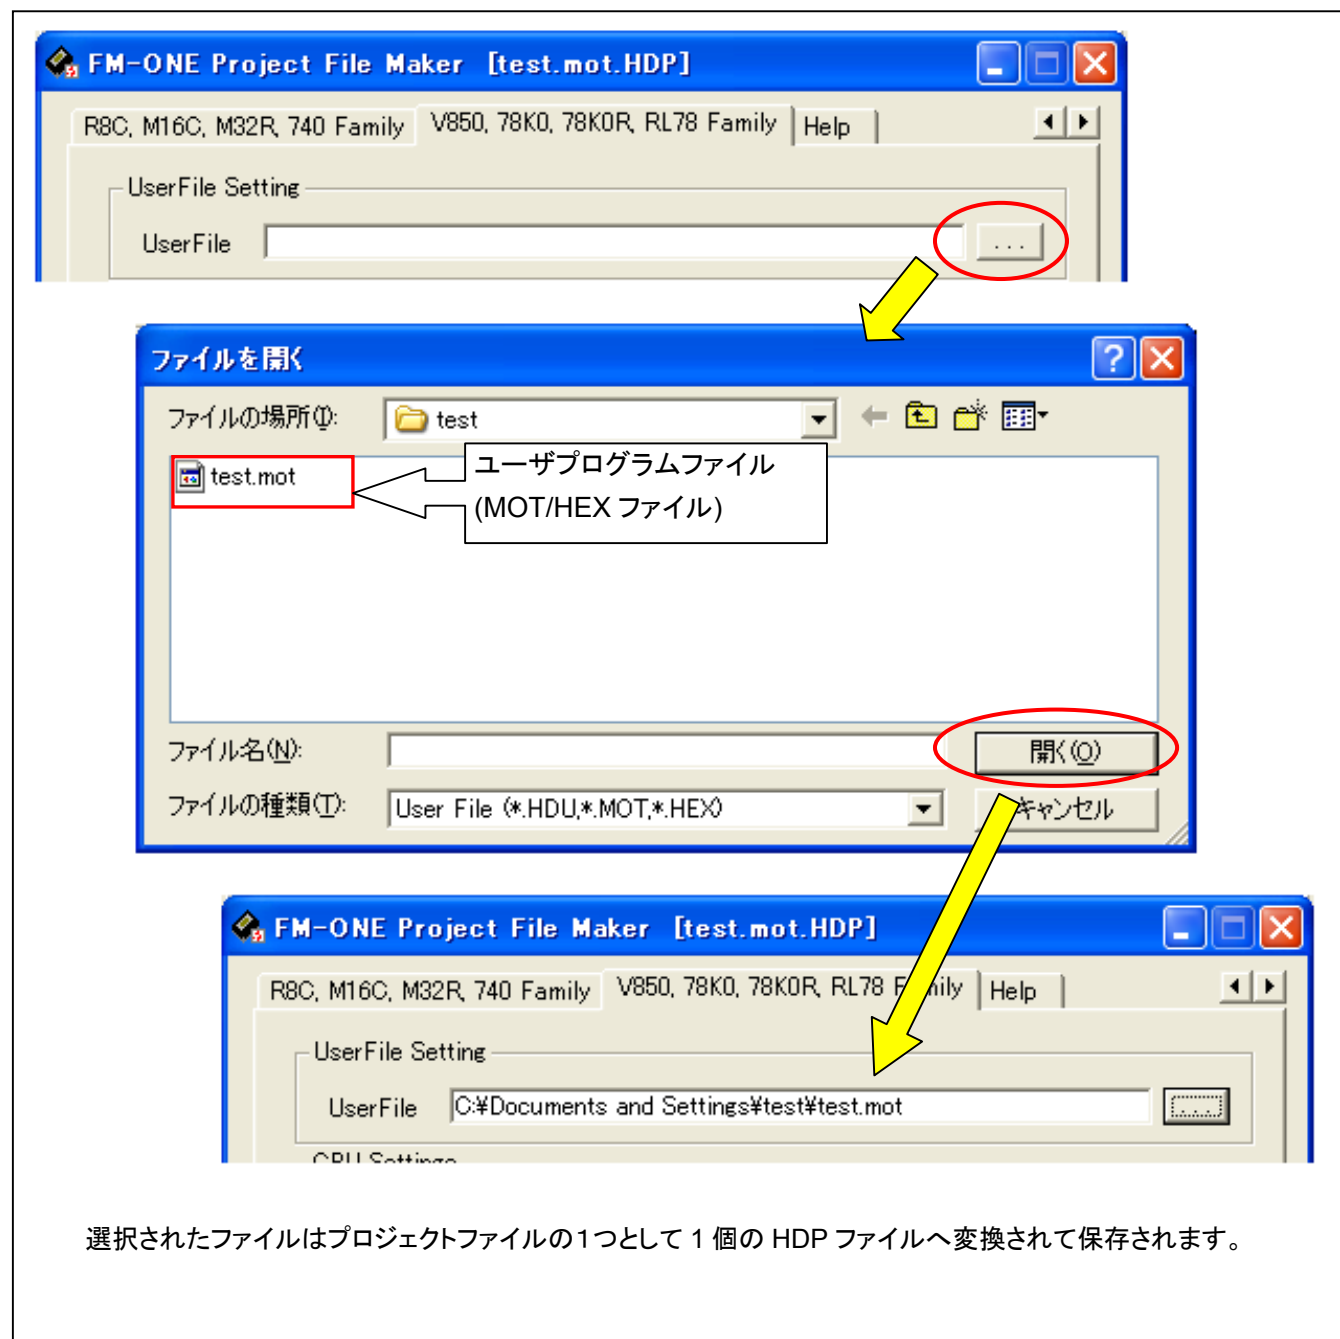

図 4-15 ①ユーザプログラムファイル選択設定画面
詳細は「図 4-15 ①ユーザプログラムファイル選択設定画面」をご参照ください。